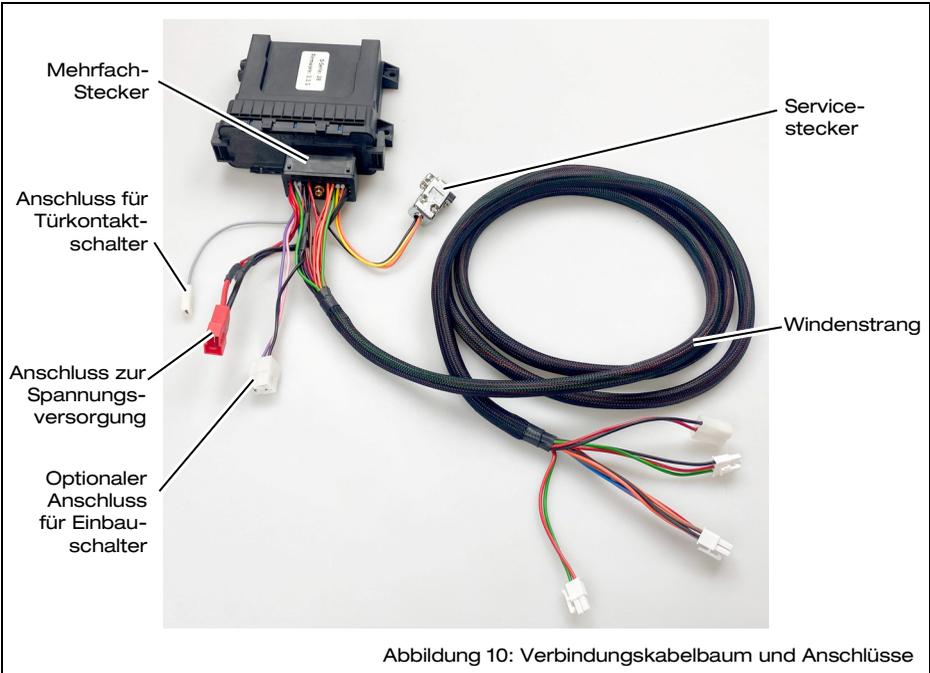

Abbildung 10: Verbindungskabelbaum und Anschlüsse
- ⇒ Verbinden Sie den schwarzen Mehrfach-Stecker des Verbindungskabelbaums mit der entsprechenden Buchse am Steuergerät (siehe Abbildung 10, Seite 36).
- ⇒ Verbinden Sie den Stecker von Batteriekabel und Massekabel mit dem Anschluss zur Spannungsversorgung am Verbindungskabelbaum (siehe Abbildung 10).
- ⇒ Schließen Sie das Türkontaktschalter-Kabel an das einzelne graue Kabel des Verbindungskabelbaums an (siehe Abbildung 10, Seite 36).
Der am Verbindungskabelbaum herausgeführte Servicestecker ermöglicht dem Hersteller den Zugriff auf das Steuergerät (siehe Abbildung 10, Seite 36).
Über den am Verbindungskabelbaum herausgeführten optionalen Anschluss kann ein fest montierter Schalter zur Bedienung des EasyPull 2.0 angeschlossen werden (siehe Abbildung 10, Seite 36).